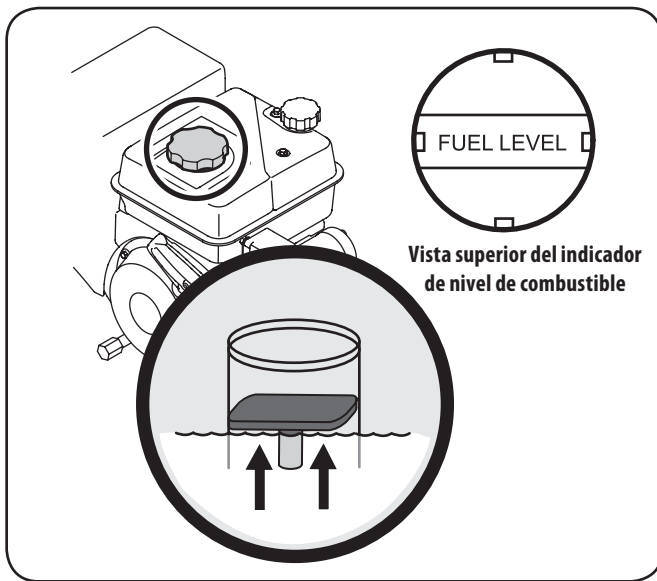

Figura 3-6
2. En el tanque de combustible hay un indicador de nivel. Llene el tanque hasta llegar al nivel de combustible del indicador; vea la Figura 3-6. Tenga cuidado para no llenar el depósito en exceso.